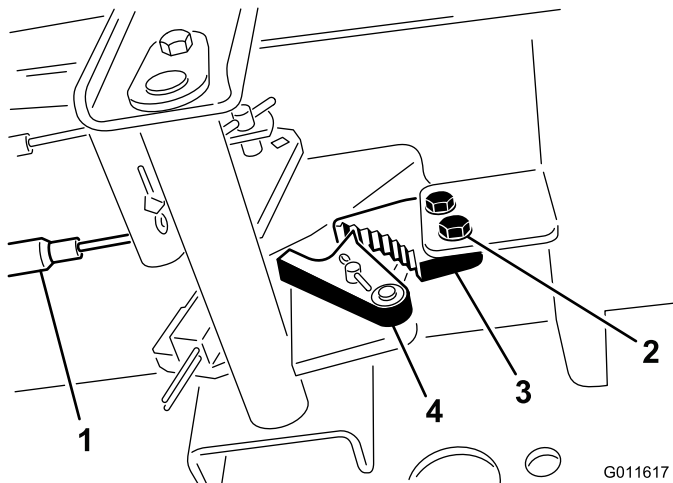

Bild 68
1. Lösen Sie die zwei Schrauben, mit denen die Sperre der Feststellbremse am Rahmen befestigt ist (Bild 68).
2. Drücken Sie das Pedal der Feststellbremse nach vorne, bis die Bremsenarretierung ganz an der Bremssperre greift (Bild 68).